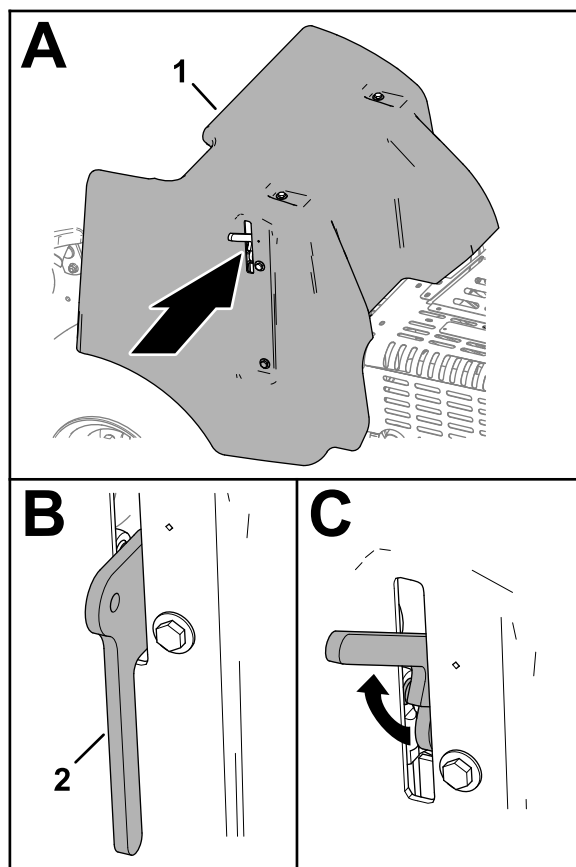

Figura 142
2. Sollevate la maniglia del fermo (Figura 142).